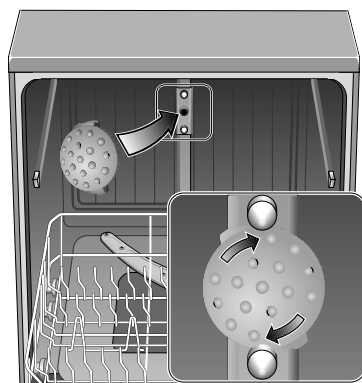

Figure 16/illus. 16
1. Insert the Sprinkler into the upper rack spray outlet at the back of the dishwasher tub as shown in Figure 16, and turn the Sprinkler clockwise.
1. Insérer la tête gicleur dans la sortie gicleur du panier supérieur à l'arrière de la cuve du lave-vaisselle comme à la figure 16 et tourner la tête dans le sens horaire.
1. Encaje la Boquilla Regadera en la salida de agua del estante superior en la parte trasera de la tina de la lavadora como indica la Ilustración 16 y dele vuelta a la Boquilla Regadera en el sentido del reloj.